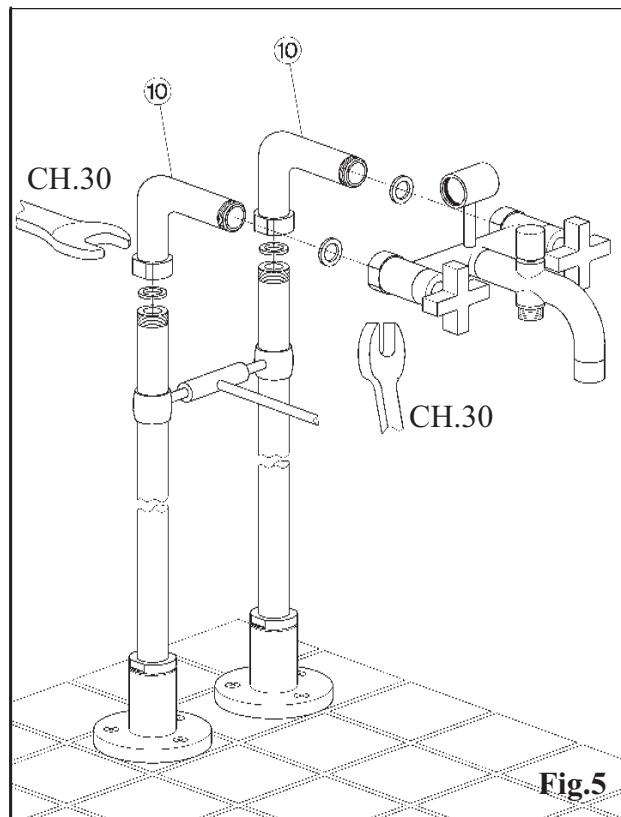

Fig.5
Avvitare le curvette (10) sulle colonne tramite chiave da 30 mm (vedi fig.5).
Montare il gruppo vasca sulle colonne serrandone le calotte con chiave da 30 mm (vedi fig.5).
Screw the little curves (10) on the legs with a 30 mm wrench (see fig.5).
Assemble the bath mixer on the legs screwing the caps with a 30 mm wrench (see fig.5).
Visser les coudes (10) sur les colonnes en utilisant une clé de 30 mm (voir fig.5).
Monter le mélangeur bain/douche sur les colonnes en serrant les écrous par une clé de 30 mm (voir fig.5).
Atornillen los codos (10) a las columnas utilizando una llave de 30 mm. (vean fig.5).
Monten el grupo bañera sobre las columnas cerrando sus casquetes utilizando una llave de 30 mm (vean fig.5).
Mit Hilfe eines 30mm-Schlüssels die Kurven (10) auf den Säulen festschrauben (siehe Abb.5).
Die Badewannenbatterie auf den Säulen montieren, und die Kalotten mit einem 30 mm-Schlüssels festschrauben (siehe Abb.5).
Schroef de bochtsukjes (10) vast op de kolommen met de sleutel van 30 mm (zie afb.5).
Monteren de groep van de tank op de kolommen en zet de kapjes vast met de sleutel van 30 mm (zie afb.5).